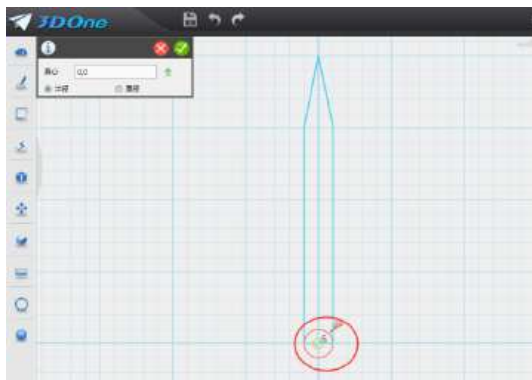
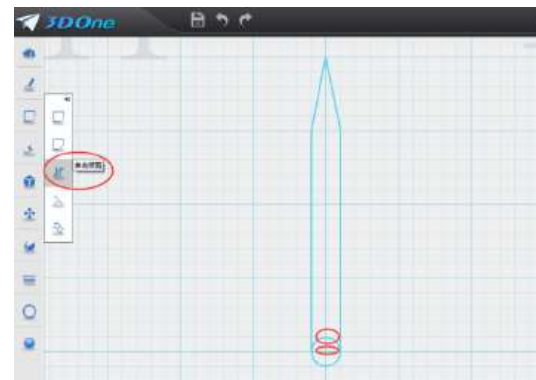

图 11-15
图 11-16
1.绘制时针：鼠标移到屏幕最左侧第二个图标“草图绘制”命令里面的“多线段”命令，鼠标单击钟盘中间位置，在钟盘上绘制“箭头”样式草图，在“箭头”下面绘制圆，圆的半径为 5，如图 11-15。鼠标移到屏幕最左侧第三个图标“草图绘制”命令里面的“草图修剪”命令，单击修剪掉如图所示多余曲线，如图 11-16，然后对草图进行拉伸，拉伸高度 1。